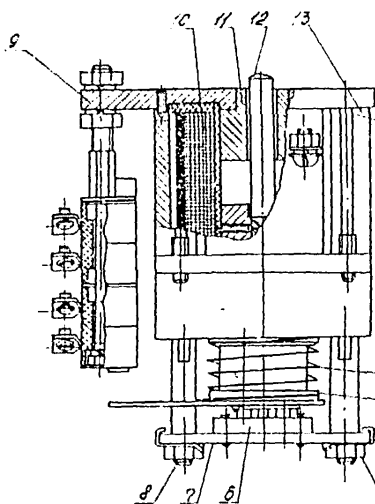

Рис. 11. Отключающий электромагнит:
12.1. Отсоединить выводы отключающей катушки 10 (рис. 11) и цепей блок-контактов от зажимов контактного блока КР-10.
12.7. Отвернуть гайки 5 (см. рис. 11) со стержней 8 отключающего электромагнита, снять планки 4, 7 с прокладкой 6.
12.16. Вставить катушку 10 (см. рис. 11) отключающего электромагнита в корпус 13, надеть крышку 9 с контрполюсом 11, ввинтить винты 1.
17.6. Проверить ход штока 8 электромагнита отключения, который должен составлять не менее 18 мм. При этом после расцепления отключающего механизма запас хода штока 8 должен составлять 2-3 мм. При необходимости запас хода регулируется изменением положения штока 12 (см. рис.11) в сердечнике электромагнита, а ход 18 мм регулируется набором прокладок 6.